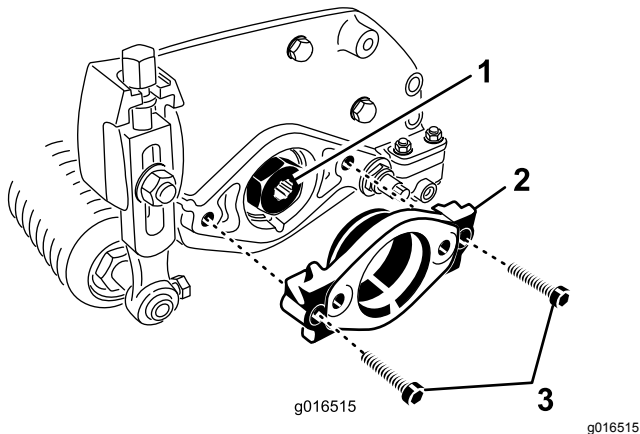

Bild 8
2. Nehmen Sie die zwei Inbusschrauben ab, mit denen die Motorbefestigung am linken Ende der Schneideinheit befestigt ist. Nehmen Sie die Motorbefestigung ab (Bild 8).
3. Schmieren Sie die Antriebskupplung innen mit Fett ein (Bild 8).
4. Schmieren Sie am linken Ende der Schneideinheit etwas Öl auf den O-Ring und befestigen Sie die Motorbefestigung mit den zwei vorher entfernten Inbusschrauben (Bild 8). Ziehen Sie die Schrauben auf 16-20 N·m an.